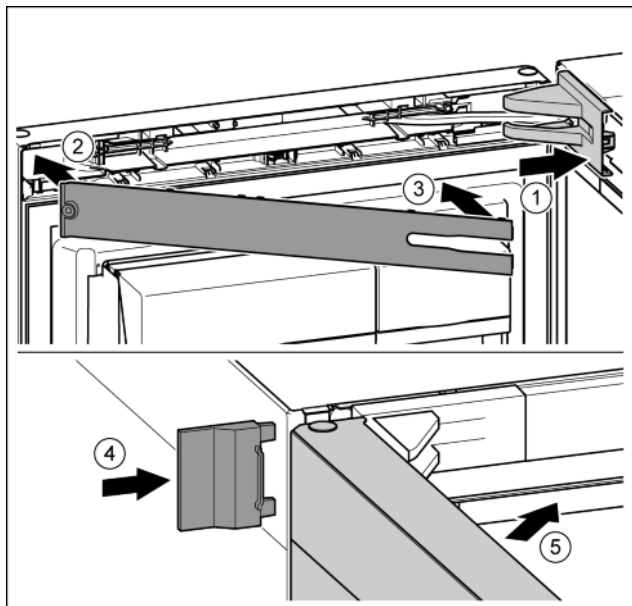

Fig. 49
- ▶ Встановіть та зафіксуйте кришку опорного кронштейна, у разі необхідності — обережно розтисніть. Fig. 49 (1)
- ▶ Встановіть накладку. Fig. 49 (2)
- ▶ Поверніть і зафіксуйте накладку. Fig. 49 (3)
- ▶ Насуньте зовнішню кришку. Fig. 49 (4)
- ▶ Закрийте верхні дверцята. Fig. 49 (5)